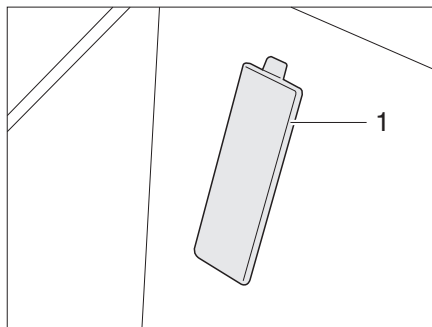

Fig. 369 Copertura numero telaio (veicolo di base Fiat)
- ▷ Nei veicoli con telaio di base Fiat il numero del telaio è situato dietro una copertura (Fig. 369,1) nella zona di ingresso del lato passeggero.